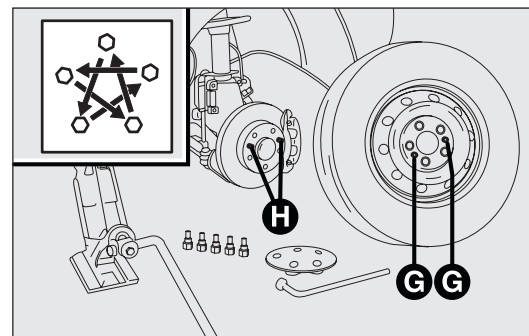

fig. 172
- monteer het wiel, waarbij de pasgaten G-fig. 172 over de centreerpennen H moeten vallen. Zorg er bij het monteren van het reservewiel voor dat de boutgaten en alle contactvlakken van het reservewiel schoon zijn en geen onzuiverheden bevatten, omdat hierdoor na verloop van tijd de wielbouten kunnen loslopen;
- draai de wielbouten kruiselings vast, volgens het schema dat in fig. 172 is aangegeven.